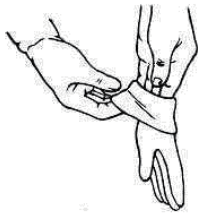

Figure 1
Avant de manipuler la toile StarBright CLR® (H), mettez la paire de gants blancs fournie (G) pour éviter de laisser des traces d'empreintes digitales, de la poussière ou de l'huile de vos mains sur la surface de la toile (Figure 1). La toile StarBright CLR® (H) est très délicate et doit être manipulée avec un soin extrême. Ne laissez pas la toile se plier. Le non respect de ces instructions entraînera des dommages permanents au matériau de l'écran, ce qui n'est pas couvert par la garantie.
1. Retirez la toile StarBright CLR® (H) du tube d'emballage et posez-la doucement sur une surface propre.